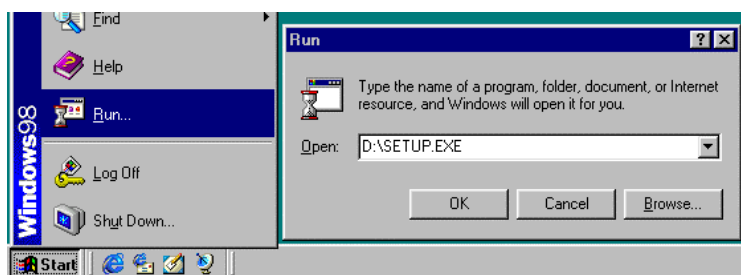

Figura 15: avvio dell'installazione
3. Fare clic su 'Avvio' (Start) e selezionare 'Esegui' (vedere la Figura 15).